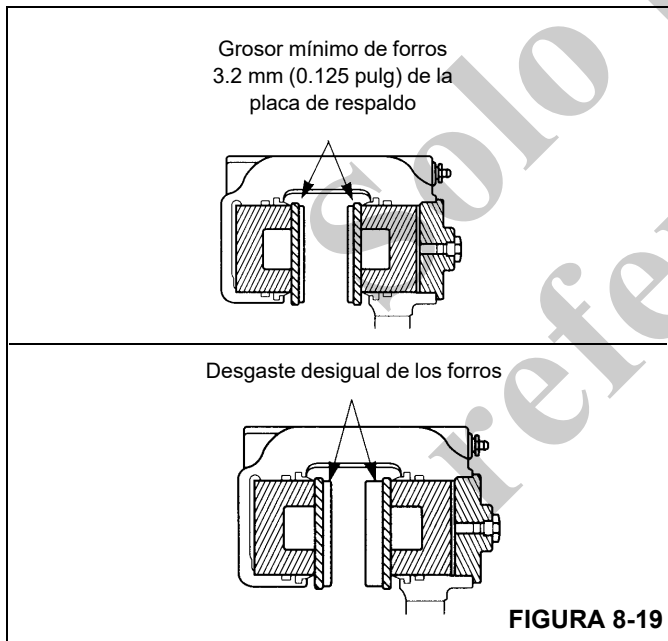

FIGURA 8-19
- **Desgaste de forros:** Reemplace los forros cuando su grosor sea inferior a 3.2 mm (0.125 pulg) medido desde la placa de respaldo. Consulte la Figura 8-19.
- **Desgaste no uniforme de forros:** Reemplace los forros si el grosor de los dos forros es significativamente desigual. Verifique que los émbolos funcionen correctamente. Reemplace el émbolo y/o la caja si uno de los émbolos se desvía dentro de su cavidad. Compruebe que la superficie del disco esté plana y paralela respecto a los forros. Consulte la Figura 8-19.